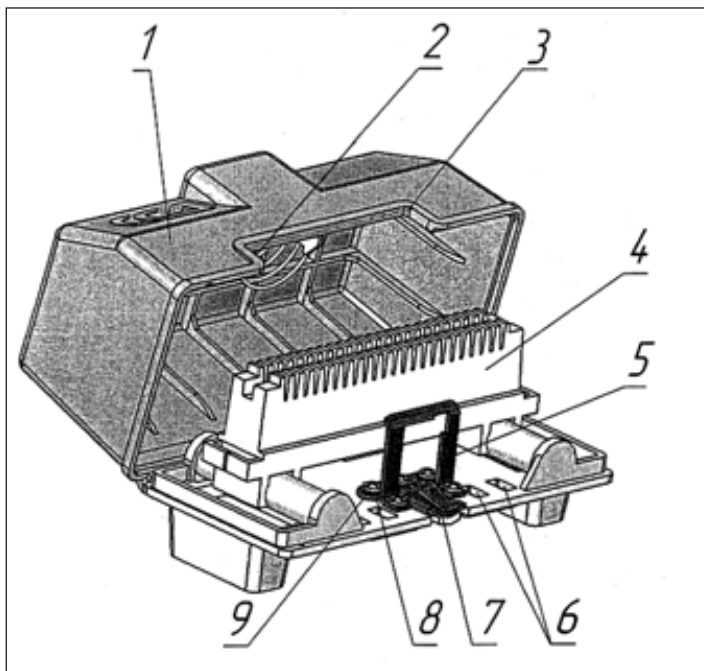
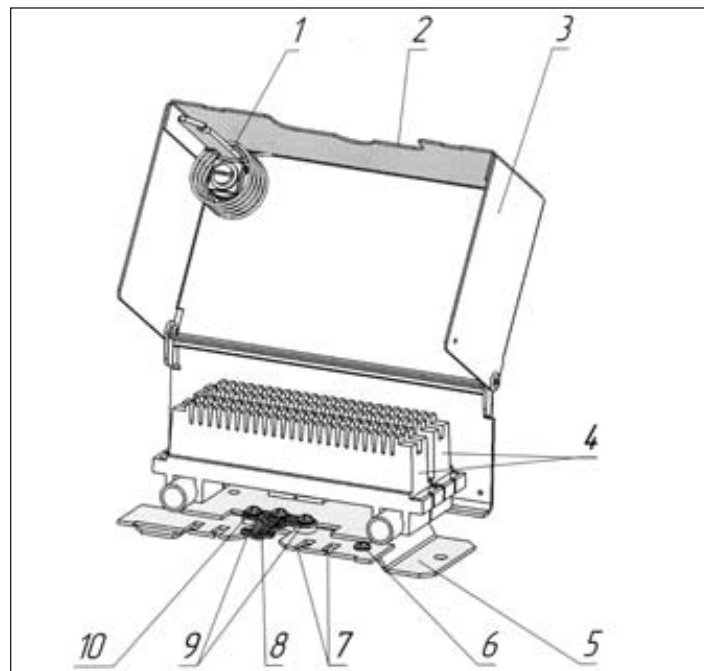

Рис. 2.1. Внешний вид коробки КРТП-В с плинт LSA-PROFIL
Рис. 2.2. Внешний вид коробки КРТМ-В с двумя плинтами LSA-PROFIL
**3.3.** Подключают экран распределительного кабеля к контакту для врезания в экран кабеля (поз.7 рис. 2.1 или поз.8 рис. 2.2) одним из следующих способов:
**3.4.** Укладывают кабель на вогнутую часть металлического контакта, закрепленного на основании коробки (поз.8 рис. 2.1 или поз. 10 рис. 2.2).